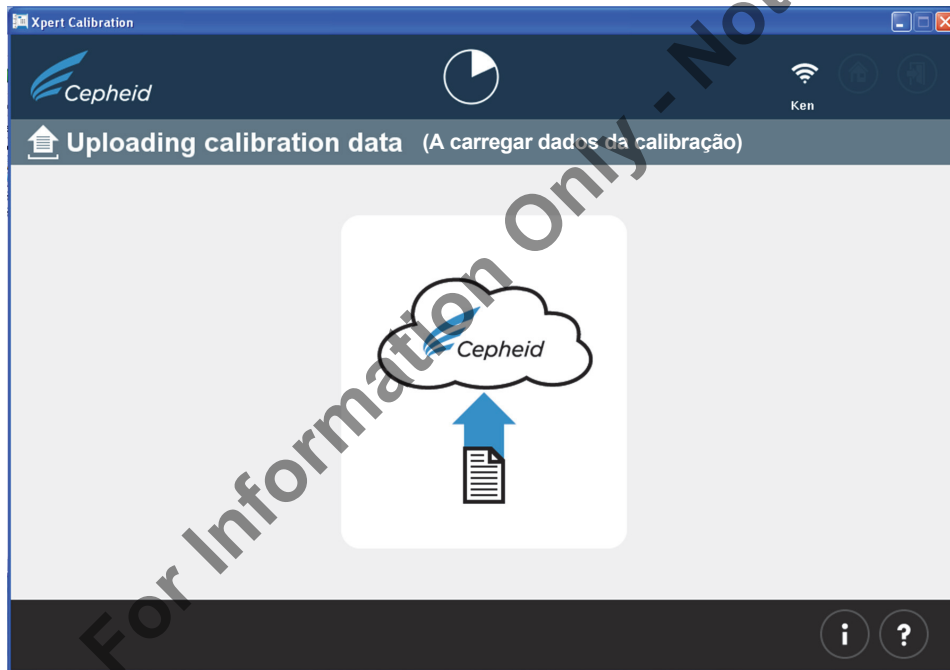
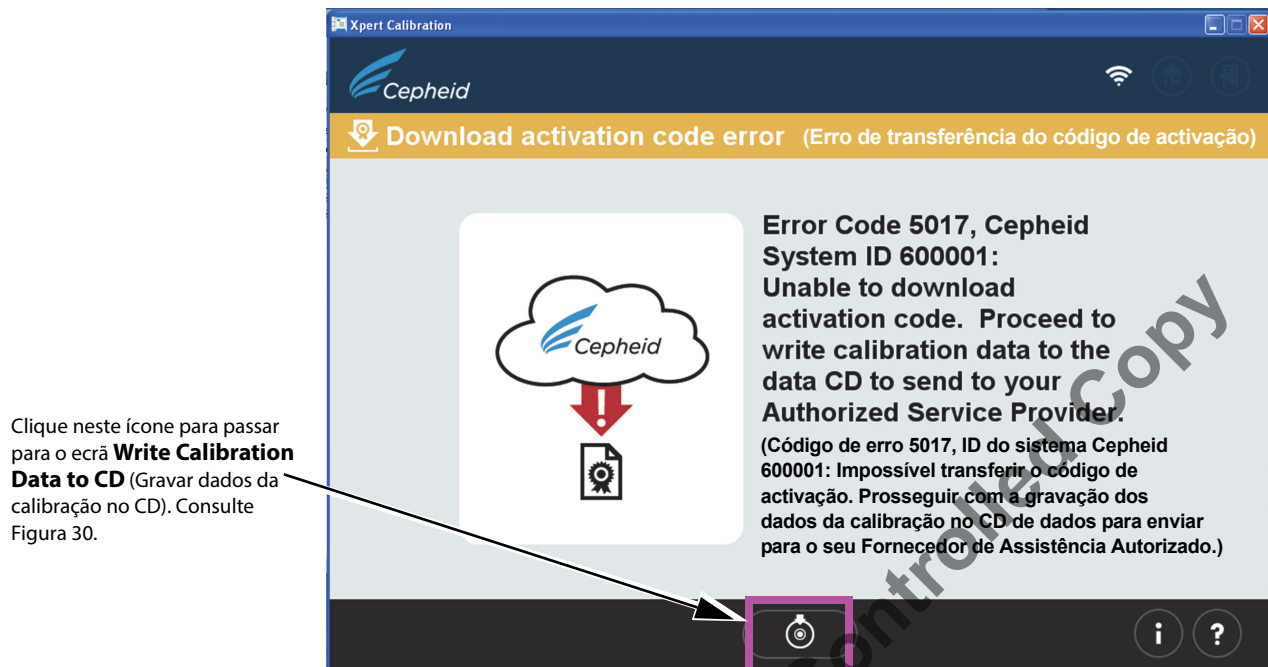

Figura 21. Ecrã Uploading calibration data (A carregar dados da calibração)
Figura 22. Ecrã Download activation code error (Erro de transferência do código de activação)
19. Após o fim do teste bem sucedido e da recolha de dados da calibração bem sucedida, clique na seta para a frente para que seja apresentado o ecrã mostrado na Figura 21, caso tenha uma ligação à internet activa. Contudo, se nunca tiver estado ligado à internet ou se tiver perdido a sua ligação à internet funcional em qualquer momento durante o teste de calibração, aparecerá em vez disso o ecrã **Download activation code error (Erro de transferência do código de activação)** (Figura 22), que irá informá-lo de que deverá gravar os dados da calibração num CD de dados para enviar para o seu ASP. Neste caso, prossiga até às instruções que começam no passo d (no passo 25) deste procedimento para continuar como utilizador sem ligação à internet.
Importante: Caso tenha estado a executar este teste como um utilizador com ligação à internet, tenha perdido a ligação à internet e receba um ecrã de erro (Figura 22), retome o início do procedimento com o seguinte passo d., continuando até passo 31.